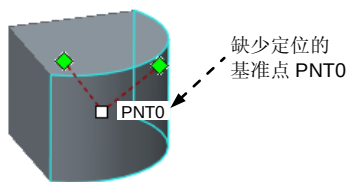
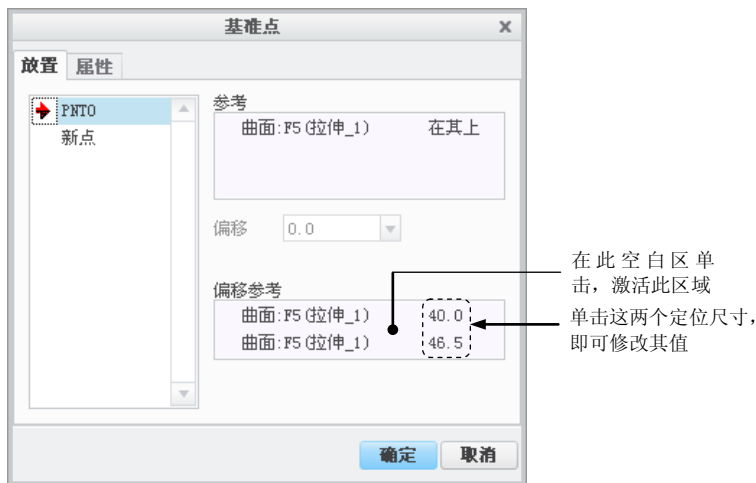

图 3.1.3 缺少定位的基准点
图 3.1.4 “基准点”对话框
(1) 选取放置参考。在圆柱表面上单击，则单击处产生一个缺少定位的基准点 PNT0（图 3.1.3），同时该表面被添加到对话框的“参考”列表中，如图 3.1.4 所示。